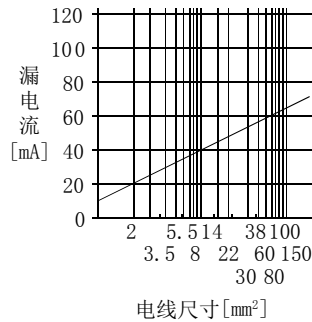

图11.1 CV电缆进行金属接线时每1km的漏电流示例 (I_{g1}、I_{g2})
- I_{g1}: 从漏电断路器至伺服放大器输入端子为止的电路漏电流 (从图11.1得出。)
- I_{g2}: 从伺服放大器输出端子至伺服电机为止的电路的漏电流 (从图11.1得出。)